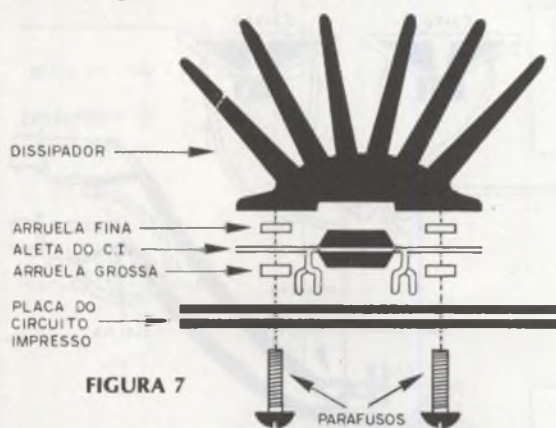

FIGURA 7
- Solde em primeiro lugar os circuitos integrados, observando a figura 7 que mostra o modo de sua fixação. Ao soldar seus terminais pelo lado cobreado cuidado